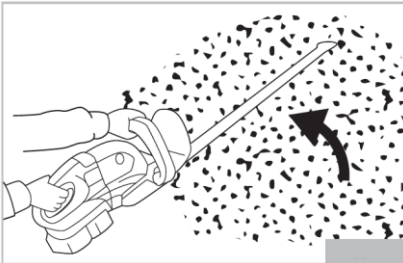

Рисунок 9
-- Підріжьте самшит або рододендрон у напрямку від основи догори, щоб у результаті досягнути гарного вигляду (Рис. 9).